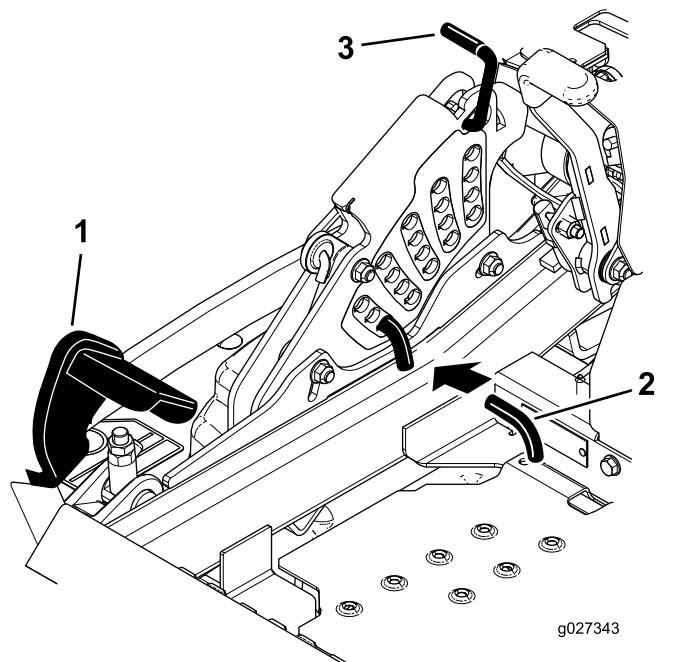

Figure 99
5. Enfoncez la pédale de levage du tablier de coupe au maximum pour verrouiller le tablier à la position transport de 14 cm (5½ po) (Figure 99).